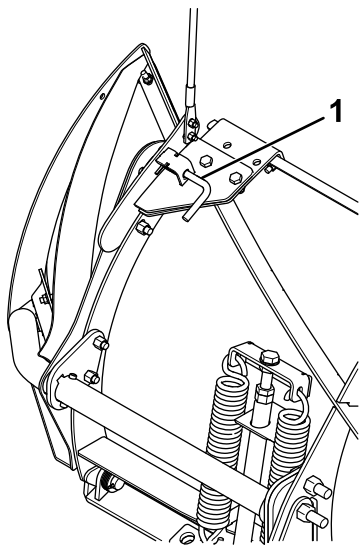

Figure 10
15. Faites pivoter l'ailette vers l'avant et bloquez-la en place avec la goupille de fixation (Figure 10).